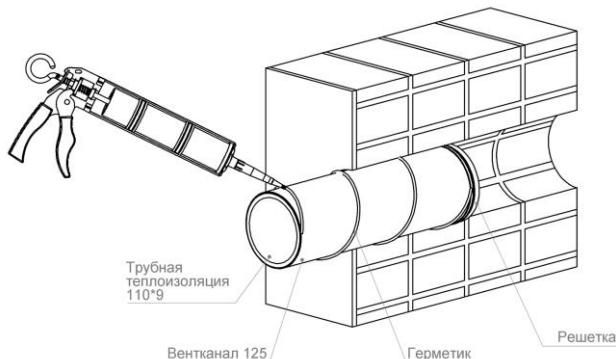

Рис. 8
- Нанести на гильзу герметик (Рис. 8)